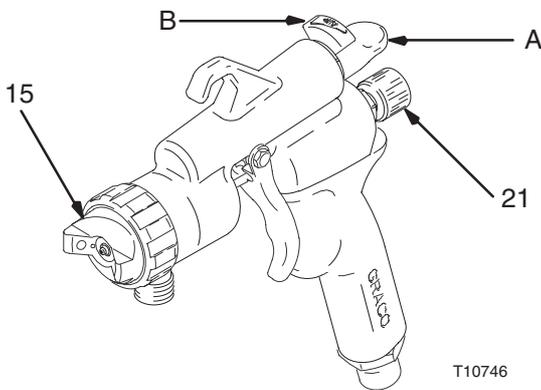

Fig. 6
La dirección y forma del chorro de pulverización están determinados por la posición del mando de selección del chorro (A), del mando de ajuste del líquido (21) y del casquillo de aire (15). Vea la Fig. 6.
El control de aire (B) controla el aire TOTAL que llega al chorro y a la pistola. Vea la Fig. 6.